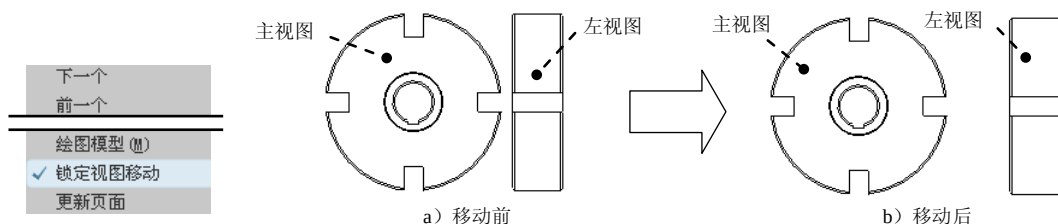

图 3.5.1 快捷菜单
Step2. 在图形区中右击, 在弹出图 3.5.1 所示的快捷菜单中选择 ☒ 锁定视图移动 命令 (去掉该命令前面的 ☒)。